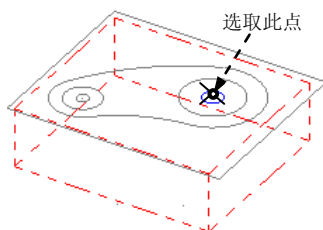

图 4.8.34 定义区域
- (1) 选择下拉菜单 **刀路(T) → 钻孔(D)...** 命令，系统弹出“钻孔点选择”对话框。
- (2) 设置加工区域。在图形区中选取图 4.8.34 所示的圆弧的中心点，单击 按钮，完成选取钻孔点的操作，同时系统弹出“2D 刀路-钻孔/全圆铣削 深孔钻-无啄孔”对话框。